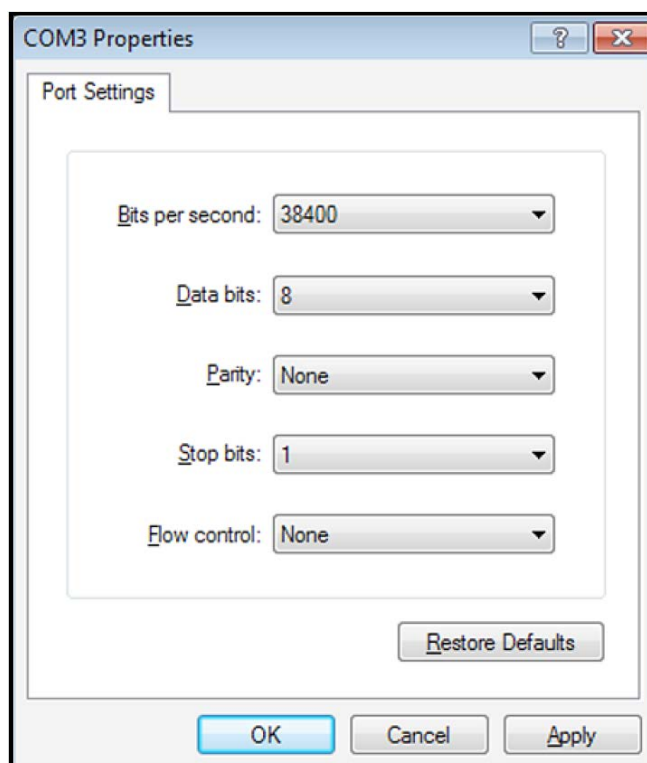

Рис. 12: Окно COM Properties (свойства COM-порта)
2. Запустите программу *HyperTerminal* и установите параметры связи в соответствии с установками для COM-порта и RS232 расходомера PT878 (см. рис. 12 ниже).